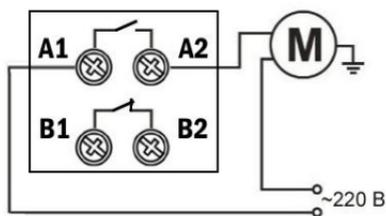

Рисунок 2
2.1. Подключите насос или клапан к сети питания через контакты А1 и А2, как показано на рис. 2.
3.1. Подключите внешнее оборудование к сети питания через контакты А1 и А2, как показано на рис. 2.